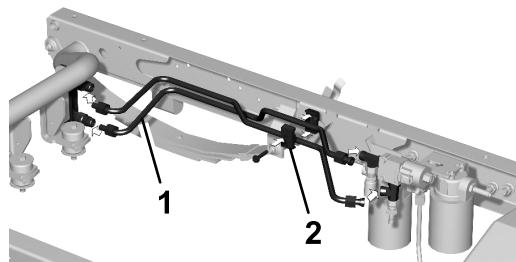

Figura 14
1. Monte sem apertar um tubo hidráulico rígido no acoplador rápido inferior e a união em T traseira na válvula (Figura 14).
2. Monte sem apertar um tubo hidráulico rígido no acoplador rápido superior e a união em T inferior na válvula (Figura 14).
3. Fixe os tubos com abraçadeiras e um parafuso (5/16 pol. x 1-1/2 pol.) e posicione as abraçadeiras como se mostra na Figura 14.